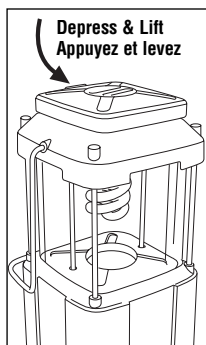

Fig. 2
1. With lantern in normal upright position, remove top cover by depressing tab on cap and lifting off the cap. (See Fig. 2.)
1. La lanterne étant en position normale de fonctionnement, appuyez sur la patte du couvercle et levez ce dernier. (Fig. 2.)